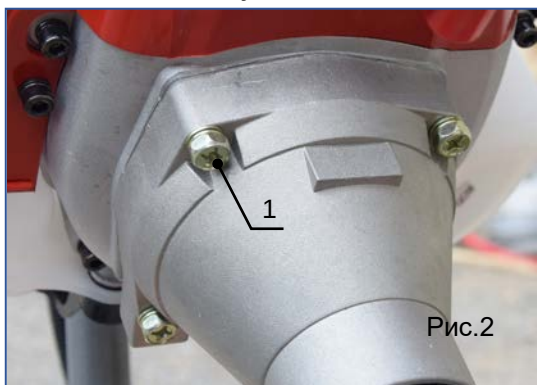

Рис.2
- Закрепите двигатель на штанге с помощью четырех винтов (поз.1, рис.2)